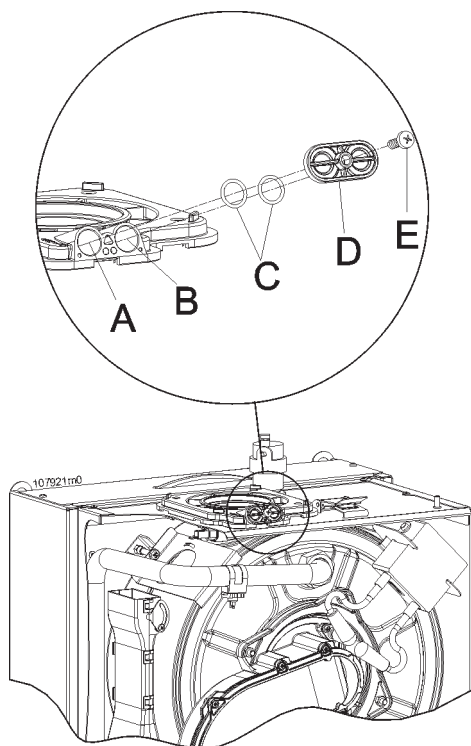

Figura 34 - Prese di analisi combustione
- collegare un analizzatore di combustione nella apposita presa sul raccordo di scarico fumi "B" di figura 34;